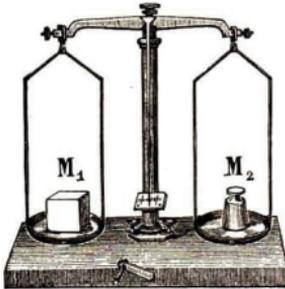

Abb. 22
4. Zur Bestimmung des Gewichtes dienen die Waagen. Um kleine Gewichte zu messen, kann man statt der **Krämerwaage** (Abb. 22), die jeder mann kennt, auch die **Federwaage** benutzen (Abb. 20).